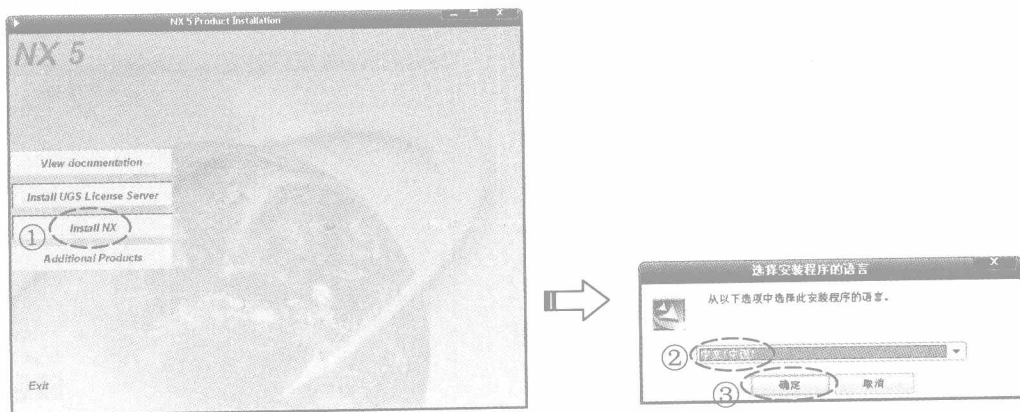

图 1-10 选择安装程序的语言
(12) 在《NX5 Product Installation》对话框中单击 **Install NX** 按钮，弹出《选择安装程序的语言》对话框，然后以图 1-10 所示的指引进行操作。